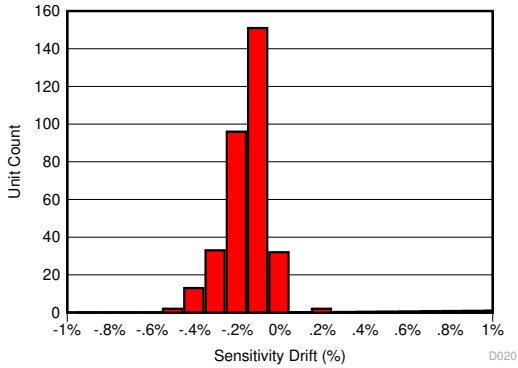
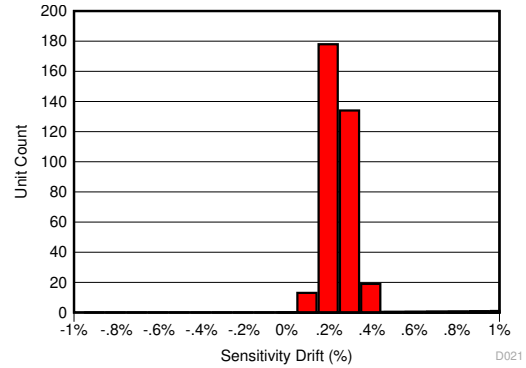
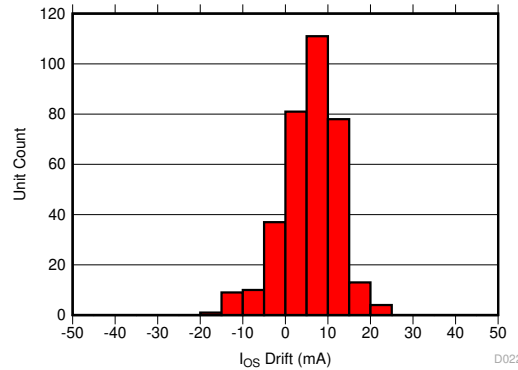

图 9-1. 130°C、85% RH HAST 后的灵敏度误差
图 9-2. AEC-Q100 高温工作寿命应力测试后的灵敏度误差漂移
图 9-3. AEC-Q100 高温工作寿命应力测试后的以输入为基准的失调漂移
TMCS1108 中用于降低温度漂移的相同补偿技术也大大降低了老化、应力和环境条件导致的寿命漂移。由于高工作温度下的老化现象，典型的磁传感器会遭受高达 2% 至 3% 的灵敏度漂移。TMCS1108 极大地改善了寿命漂移，电气特性表针对在第三批 AEC-Q100 认证期间在最坏情况应力测试后测量的总灵敏度误差进行了阐述。AEC-Q100 认证规定的所有其他应力测试产生的灵敏度误差低于指定的值，处于 电气特性表中指定的范围内。图 9-1 展示了在进行最坏情况应力测试（即 130°C 和 85% 相对湿度 (RH) 条件下的高加速应力测试 (HAST)）后的总灵敏度误差，而图 9-2 和图 9-3 展示了在进行 AEC-Q100 规定的 1000 小时、 125°C 高温工作寿命应力测试后的灵敏度和失调误差漂移。该测试模拟了典型的器件寿命操作，表明与典型的磁传感器相比，老化导致的可能的器件性能变化得到了极大的改善。